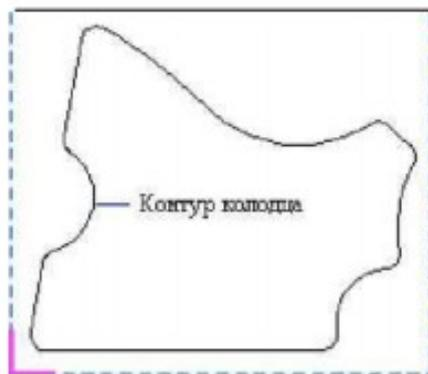

Рисунок 2
4. Нажмите кнопку «Добавить» и из выпадающего меню выбрать «Контур». Укажите контур колодца (см. Рисунок 2) и нажмите пробел или среднюю кнопку мыши для завершения операции.